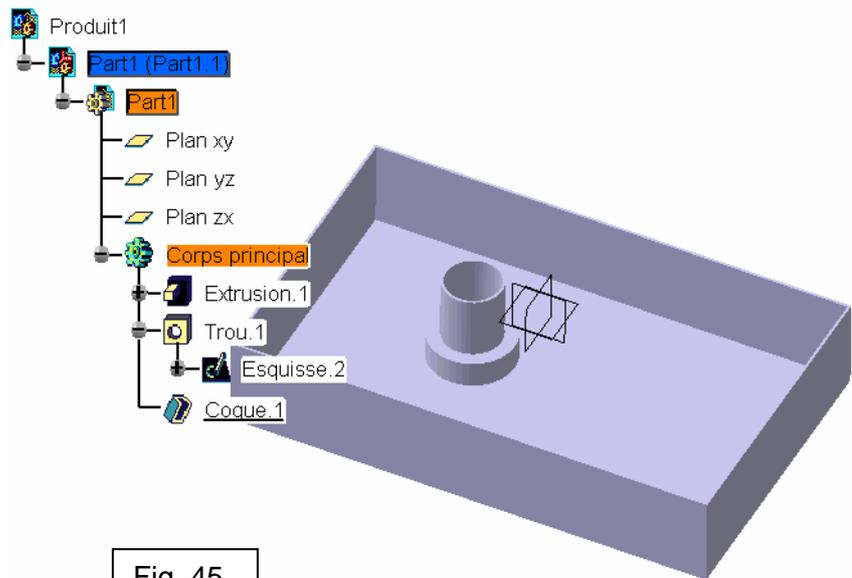

Fig. 45
**Exemple** : faites une nouvelle pièce qui ressemble à un cube, peu importe les dimensions, faites un perçage lamé, puis faites une coque en ouvrant la face du cube qui est opposée au lamage (exemple fig. 45) :